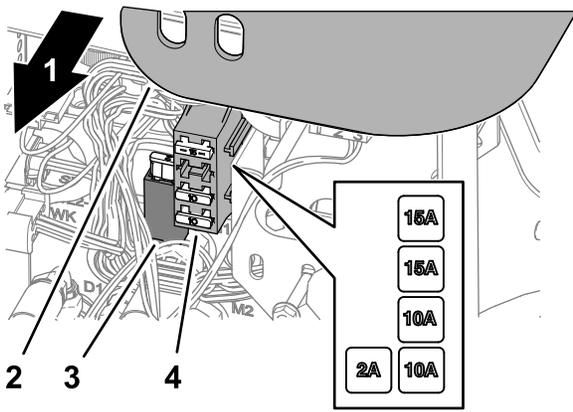

Figura 78
1. Retire la cubierta del brazo de control (Figura 78).
2. Localice el fusible fundido en el portafusibles o en el bloque de fusibles (Figura 78).
4. Monte la cubierta en el brazo de control (Figura 78).